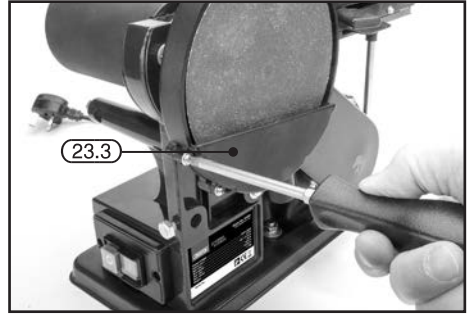

FIG.5
8.3 ATTACH FRONT TO DISC GUARD - FIG. 5